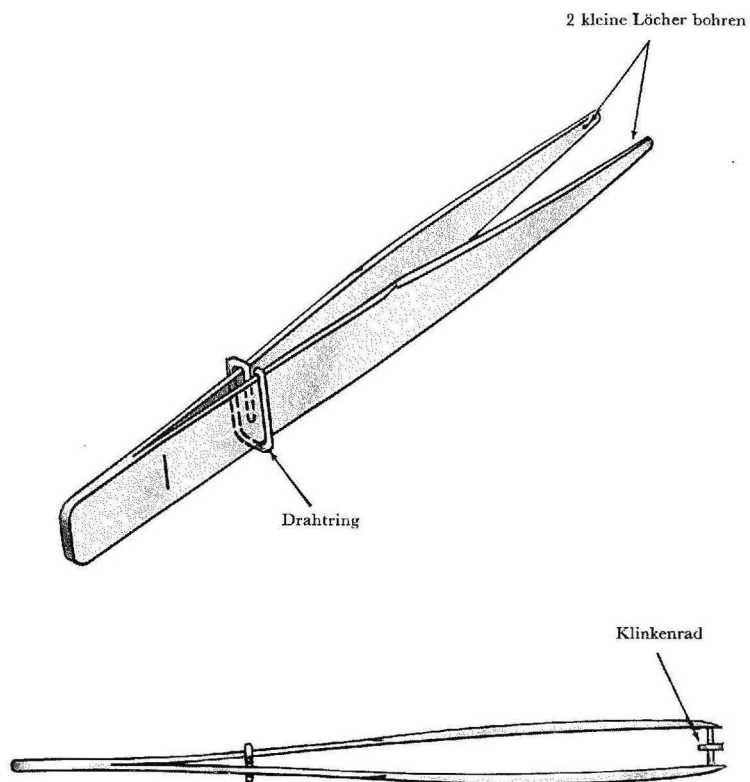

Fig. 32
1. Im Innern der Pinzettenspitzen werden zwei kleine Löcher angebracht (siehe Fig. 32).